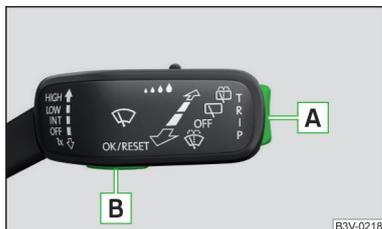
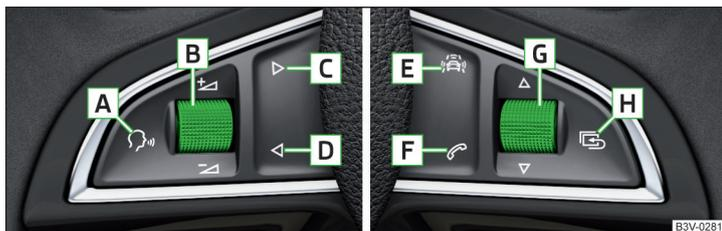

Fig. 30
Fig. 31 Touches / molette de réglage : sur le volant multifonction
➤ Maintenez la touche **A** sur le levier de commande enfoncée » fig. 30 à la page 45.
➤ Appuyez de façon prolongée sur la molette de réglage **G** du volant multifonction » fig. 31 à la page 45.
Les menus peuvent être contrôlés à l'aide des touches sur le levier de commande » fig. 30 à la page 45 ou sur le volant multifonctions » fig. 31 à la page 45.
Faites tourner la molette de réglage **G** » fig. 31 à la page 45 sur le volant multifonction pour faire afficher le menu **Dern. destin.**
- Tournez la molette de réglage **[G]** ➤ fig. 31 à la page 45.